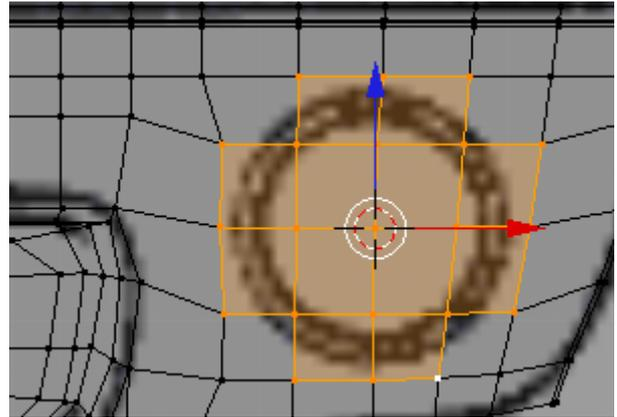

Figura 4.202
5. Comece por garantir a existência de três contornos longitudinais e três transversais mais ou menos centrados na zona do farol, inserindo novos contornos, se necessário, **[Ctrl]+[R]**, e fazendo deslizar as arestas relevantes do existentes, **[Ctrl]+[E] > 9**, figura 4.202.